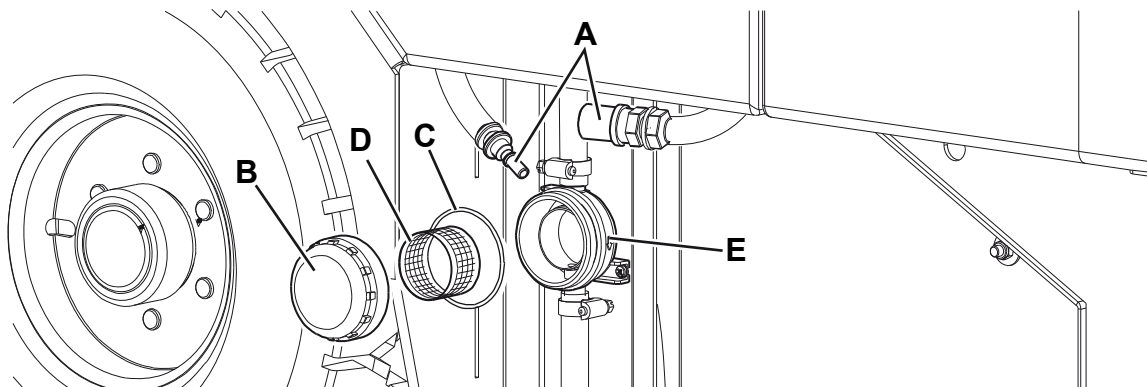

Abbildung 7
1. Gerät auf ebenem Untergrund abstellen, Feststellbremse betätigen und Zündschlüssel (66) auf „0“ drehen.
2. Schnellverbindung (A, Abb. 7) von der Tankleitung abnehmen.
3. Um an den Wasserfilter (30) zu gelangen, linke Abdeckplatte (2) abnehmen.
4. Den durchsichtigen Deckel (B) mit Dichtung (C) abnehmen und Siebfilter (D) entfernen. Reinigen und in der Halterung (E) anbringen.